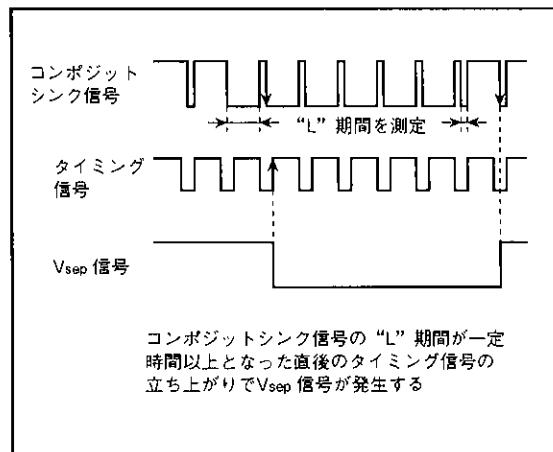

図22. Vsep発生タイミング (方法2)
- 方法2 コンポジットシンク信号の“L”レベル幅を測定し、一定時間以上であれば、その“L”レベル直後のタイミング信号の“L”レベル期間中に、コンポジットシンク信号の立ち下がりがあるかを検出します。立ち下がりがある場合は、タイミング信号の立ち上がりに同期してVsep信号を発生します(図22参照)。
発生タイミングを図22に示します。図中のタイミング信号はタイミング発生回路が出力する基準クロックをもとに発生されます。